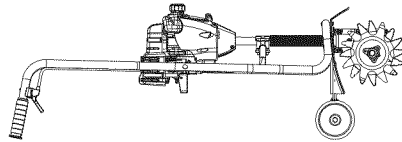

Fig. 5
- Afloje (no retire) las dos tuercas de mariposa de la protección de las púas (Fig. 5).
Asegúrese de que la cultivadora esté en posición horizontal al llenar o agregar combustible al tanque (Fig. 5).
**ADVERTENCIA:** Evite los arranques accidentales. Colóquese en posición de inicio cuando tire de la cuerda de arranque (Fig. 5). El operador y la unidad deben estar en una posición estable al arrancar la unidad para evitar graves lesiones personales.